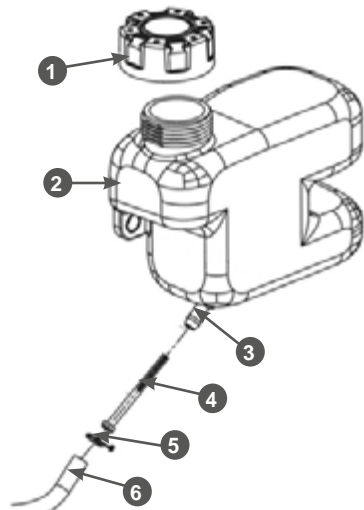

Рис. 21. Обслуживание топливного фильтра и топливного бака
2. Снимите хомут 5 топливного шланга и снимите шланг 6 со штуцера 3 топливного бака (Рис. 21).
4. Извлеките из топливного шланга 6 топливный фильтр 4 (Рис. 21). Проверьте его целостность и чистоту, при необходимости промойте чистым бензином или замените.